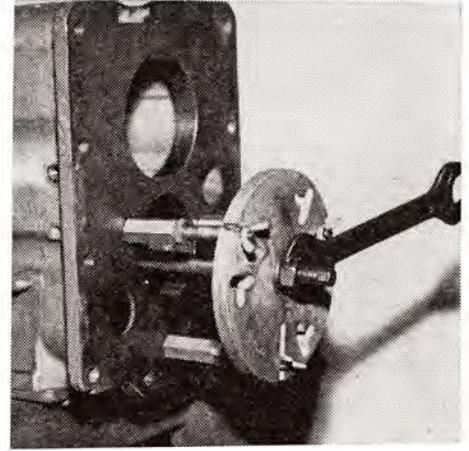

Abb. 86
1. Mit Hilfe des Abziehers IV (Abb. 86) ist die komplett zusammengebaute Vorgelegewelle in Richtung nach hinten etwas herauszuschieben. Dadurch wird das Lager 6211 gelockert und herausgeschoben.